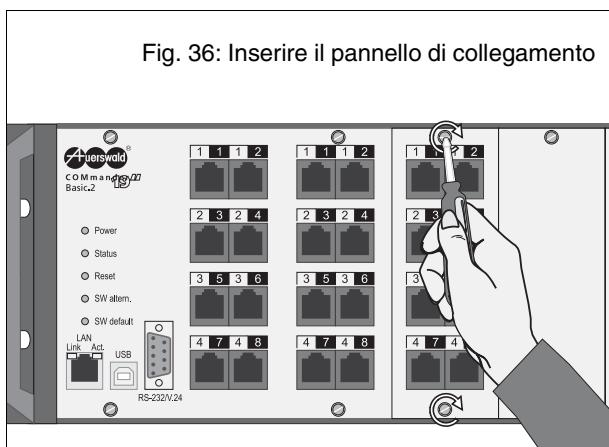

Fig. 36: Inserire il pannello di collegamento
- Rimuovere la piastra cieca: Allentare entrambe le viti e rimuovere la piastra cieca. Vedere la Fig. 36.
3. Inserire il pannello di collegamento: Inserire il pannello di collegamento anziché la piastra cieca e fissarlo con due viti. Vedere la Fig. 36.